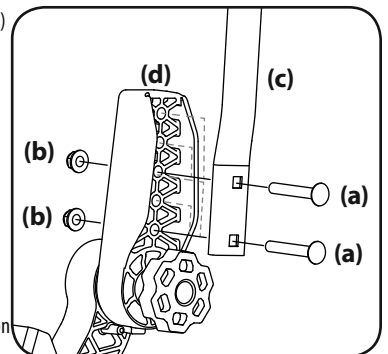

Figura 7
1. Extraiga los dos tornillos de carro (a) y las dos tuercas de seguridad con brida (b) que sujetan la palanca de control de la transmisión de barra de seguridad (c) hasta el regulador de la palanca superior (d). Consulte la Figura 7.
2. Mueva la palanca de control de la transmisión de barra de seguridad hasta una de las tres alturas disponibles y sujétela en su lugar con los tornillos del carro y las tuercas de seguridad de brida. Consulte la Figura 7.